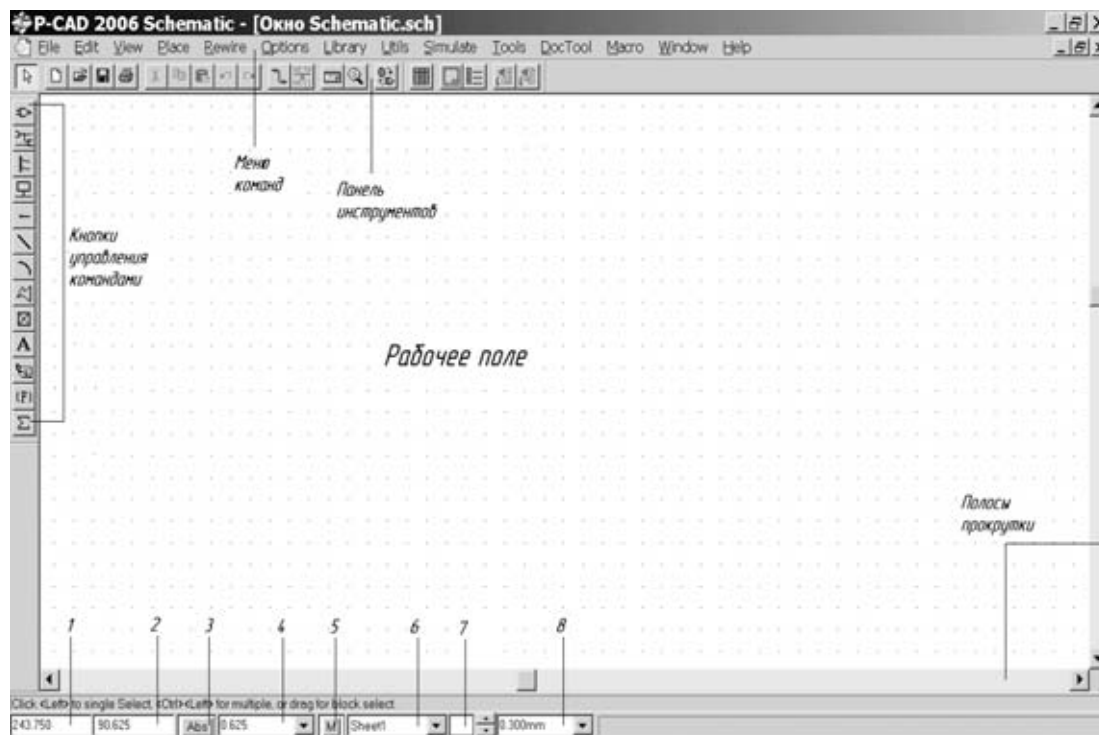

Рис.1.1
Экраны программных модулей P-CAD организованы по единому образцу. Небольшие отличия касаются только специфики решаемых модулями задач, что упрощает процесс изучения и работы с системой. Поэтому общий вид экрана программных модулей P-CAD рассмотрим на примере экрана графического редактора P-CAD Schematic (рис.1.1).
1. Координаты X и Y (поз.1 и 2 на рис.1.1), указывающие текущее местоположение курсора при его перемещении по рабочему полю. На место этих координат можно с клавиатуры ввести необходимые значения координат и курсор переместится в указанную точку.
4. Запись макрокоманд (M) (поз.5). Щелчок по ней ЛК начинает запись во временный файл всех выполняемых команд.